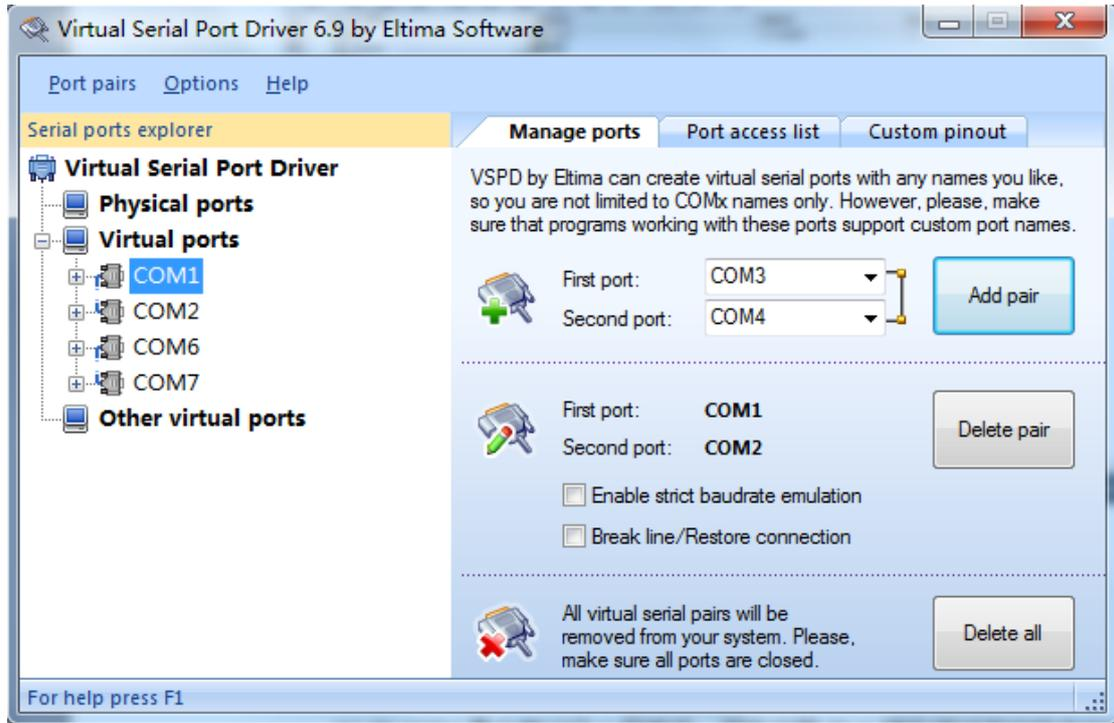

图 2. 3. 1 虚拟串口 VSPD 软件
3、组态软件接口，直接运行组态软件。如果是 XMA5000 系列，则选择智能模块-百特-XMA-COM。如图 2. 3. 3。
如图 2..3.3 组态软件